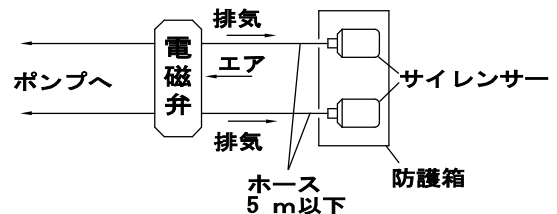

Fig.3.2
- ・ホースの先端部にはダイアフラムが破損した場合の液材の流出を想定して、必ずピット、防護箱などを設置してください。（Fig.3.2）